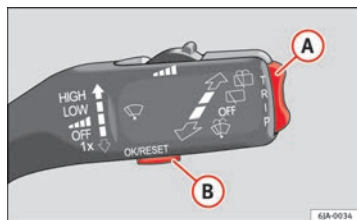

Abb. 34 Multifunktionsanzeige: Bedienelemente
Der Speicher wird durch Drücken der Taste **B** ⇒ Abb. 34 ausgewählt
Die Taste zum Wechseln der Funktionen **(A)** ⇒ Abb. 34 und die Taste zum Löschen des Speichers **(B)** befinden sich im Scheibenwischerhebel.
- Tippen Sie die Taste **(B)** ⇒ Abb. 34 kurz an.
- Drücken Sie die Wipptaste **(A)** ⇒ Abb. 34 kurz nach oben oder nach unten. Dadurch werden nacheinander die Funktionen der Multifunktionsanzeige im Display angezeigt.
- Halten Sie die Taste **(B)** ⇒ Abb. 34 gedrückt.
Durch Drücken der Wipptaste **(A)** ⇒ Abb. 34 ⇒ Seite 62 wird die zuletzt angezeigte Funktion angezeigt.
Im Display wird die abgelaufene Zeit seit dem letzten Zurücksetzen des Speichers angezeigt. Wenn Sie die Fahrtzeit ab einem bestimmten Moment messen möchten, müssen Sie den Speicher durch Drücken der Taste **(B)** ⇒ Abb. 34 ⇒ Seite 62 löschen.
Wenn Sie den durchschnittlichen Kraftstoffverbrauch während eines bestimmten Zeitraums ermitteln möchten, müssen Sie zuerst durch Drücken der Taste **(B)** ⇒ Abb. 34 den Speicher löschen ⇒ Seite 62. Nach Löschen des Speichers wird der Wert während der ersten 300 m Fahrt nicht im Display angezeigt.
Im Display wird die zurückgelegte Strecke seit dem letzten Zurücksetzen des Speichers angezeigt ⇒ Seite 61. Wenn Sie die Fahrtzeit ab einem bestimmten Moment messen möchten, müssen Sie den Speicher durch Drücken der Taste **(B)** ⇒ Abb. 34 ⇒ Seite 62 löschen.
Im Display wird die durchschnittliche Geschwindigkeit in km/h angezeigt; diese wird ab dem letzten Zurückstellen des Speichers berechnet ⇒ Seite 61. Wenn Sie die durchschnittliche Geschwindigkeit während eines bestimmten Zeitraums ermitteln möchten, müssen Sie zuerst durch Drücken der Taste **(B)** ⇒ Abb. 34 den Speicher löschen ⇒ Seite 62. ▶
- Wählen Sie durch Drücken der Taste **(A)** ⇒ Abb. 34 ⇒ Seite 62 die **Geschwindigkeitswarnung**.